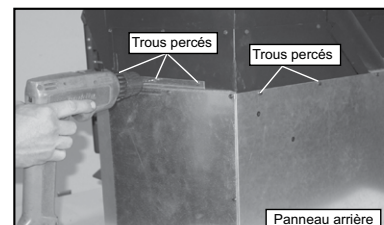
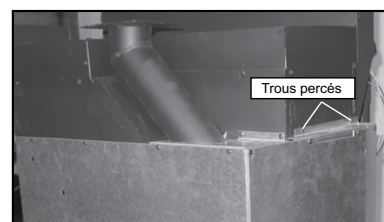

Figure 21.5
Figure 21.6
6. En commençant par le carénage de droite percez le corps de la trémie à travers les 3 ouvertures préalablement percées et les 2 ouvertures préalablement percées sur le panneau de carénage arrière. **Figure 21.5.** Continuez autour du panneau de carénage de gauche aux 2 ouvertures préalablement percées. **Figure 21.6.** Fixez au foyer encastré avec les vis.